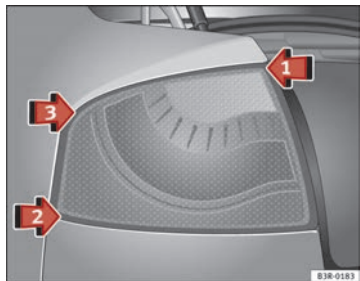
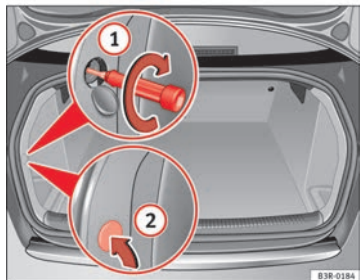

Abb. 211 Heckleuchte einbauen
Abb. 212 Gepäckraum: Lage der Befestigungsschraube für Heckleuchte
- Setzen Sie die Heckleuchte zuerst bei ⇒ Abb. 211 Pfeil ① in den Heckleuchenträger ein.
- Drücken Sie die Heckleuchte in der Reihenfolge ② und ③ leicht an den Heckleuchenträger, bis die Clips fest in den Gummilagern sitzen.
- Drücken Sie leicht auf die Oberseite der Heckleuchte und befestigen Sie diese vom Gepäckraum aus mit einem Schraubendreher ⇒ Abb. 212 ①.
- Die Abdeckung der Innenverkleidung ② wieder einsetzen.